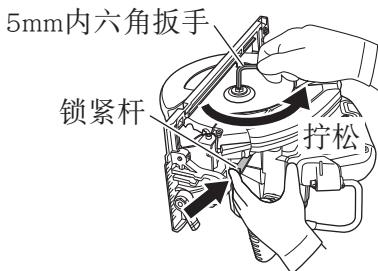

图13
(1) 压住锁紧杆，锁住主轴，然后用5mm内六角扳手拆下内六角法兰螺栓和垫圈(B)。(图13)